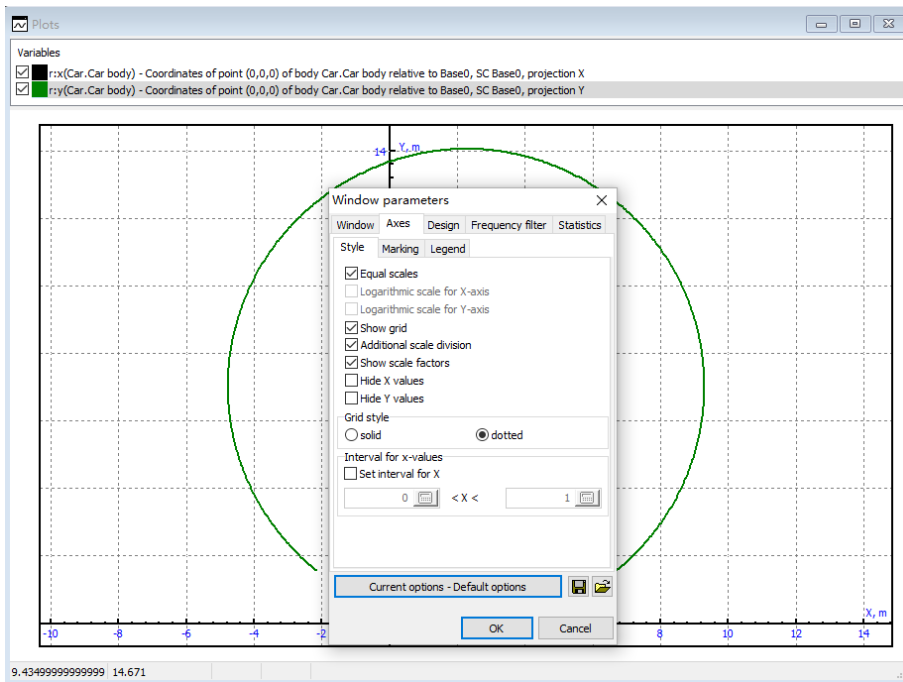

图 1.13
4. 点击 **Integration**，开始仿真，仿真结果如图 1.13 所示，车的行驶路径为圆形。